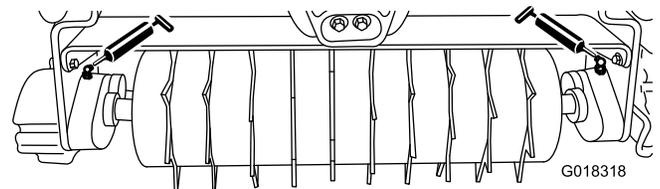

Figura 5
Lubrificare i 2 raccordi di ingrassaggio (Figura 5) su ciascuna unità dell'arieggiatore dopo ogni 15 ore di servizio utilizzando grasso universale n. 2 a base di litio. Per ottenere i migliori risultati si consiglia l'uso di un ingrassatore a pressione manuale.
2. Applicate il grasso sui cuscinetti dell'asse dell'arieggiatore finché non sentite la pressione (Figura 5).